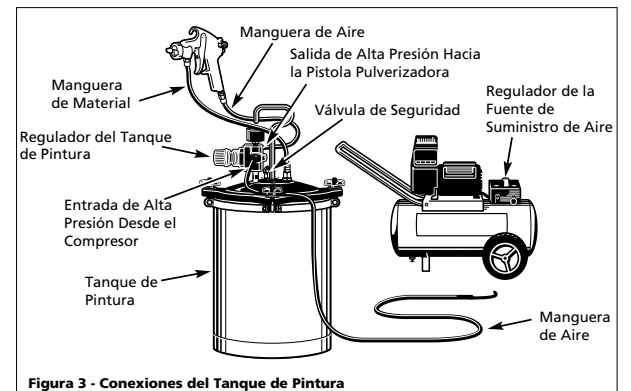

Figura 3 - Conexiones del Tanque de Pintura
La Figura 3 le muestra cómo conectar la pistola cuando vaya a usar un tanque de pintura a presión. Vea las instrucciones suministradas con el tanque acerca de cómo conectarlo y usarlo. **NO USE TANQUE DE PINTURA ANTES DE LEER DICHAS INSTRUCCIONES.**
6. La perilla de la válvula de presión/sifón se debe apretar en el mismo sentido de las agujas del reloj (dirección S) cuando haga las conexiones mostradas en la Figura 3 para usar un tanque de pintura a presión. Ésto evitará la fuga de aire a través del orificio de la válvula del envase cuando no lo esté usando.